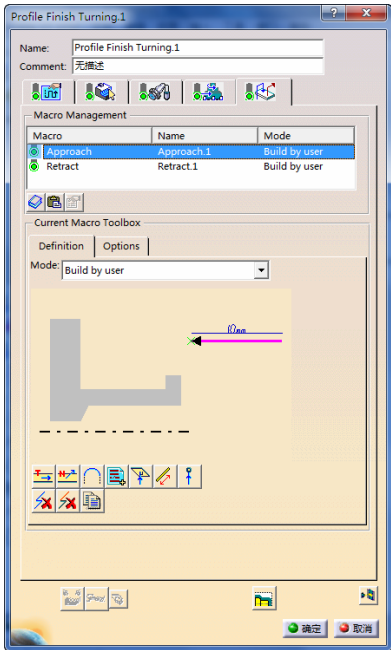

图 6-133 设置“Approach”参数（7）
- 在“Macro Management”区域的列表框中选择“Approach”, 单击鼠标右键, 在弹出的快捷菜单中选择 Activate 命令, 在“mode”下拉列表中选择“Build by user”, 然后单击 Remove all motion 按钮和 Add Tangent motion 按钮, 设置“Approach”参数(7)如图 6-133 所示。